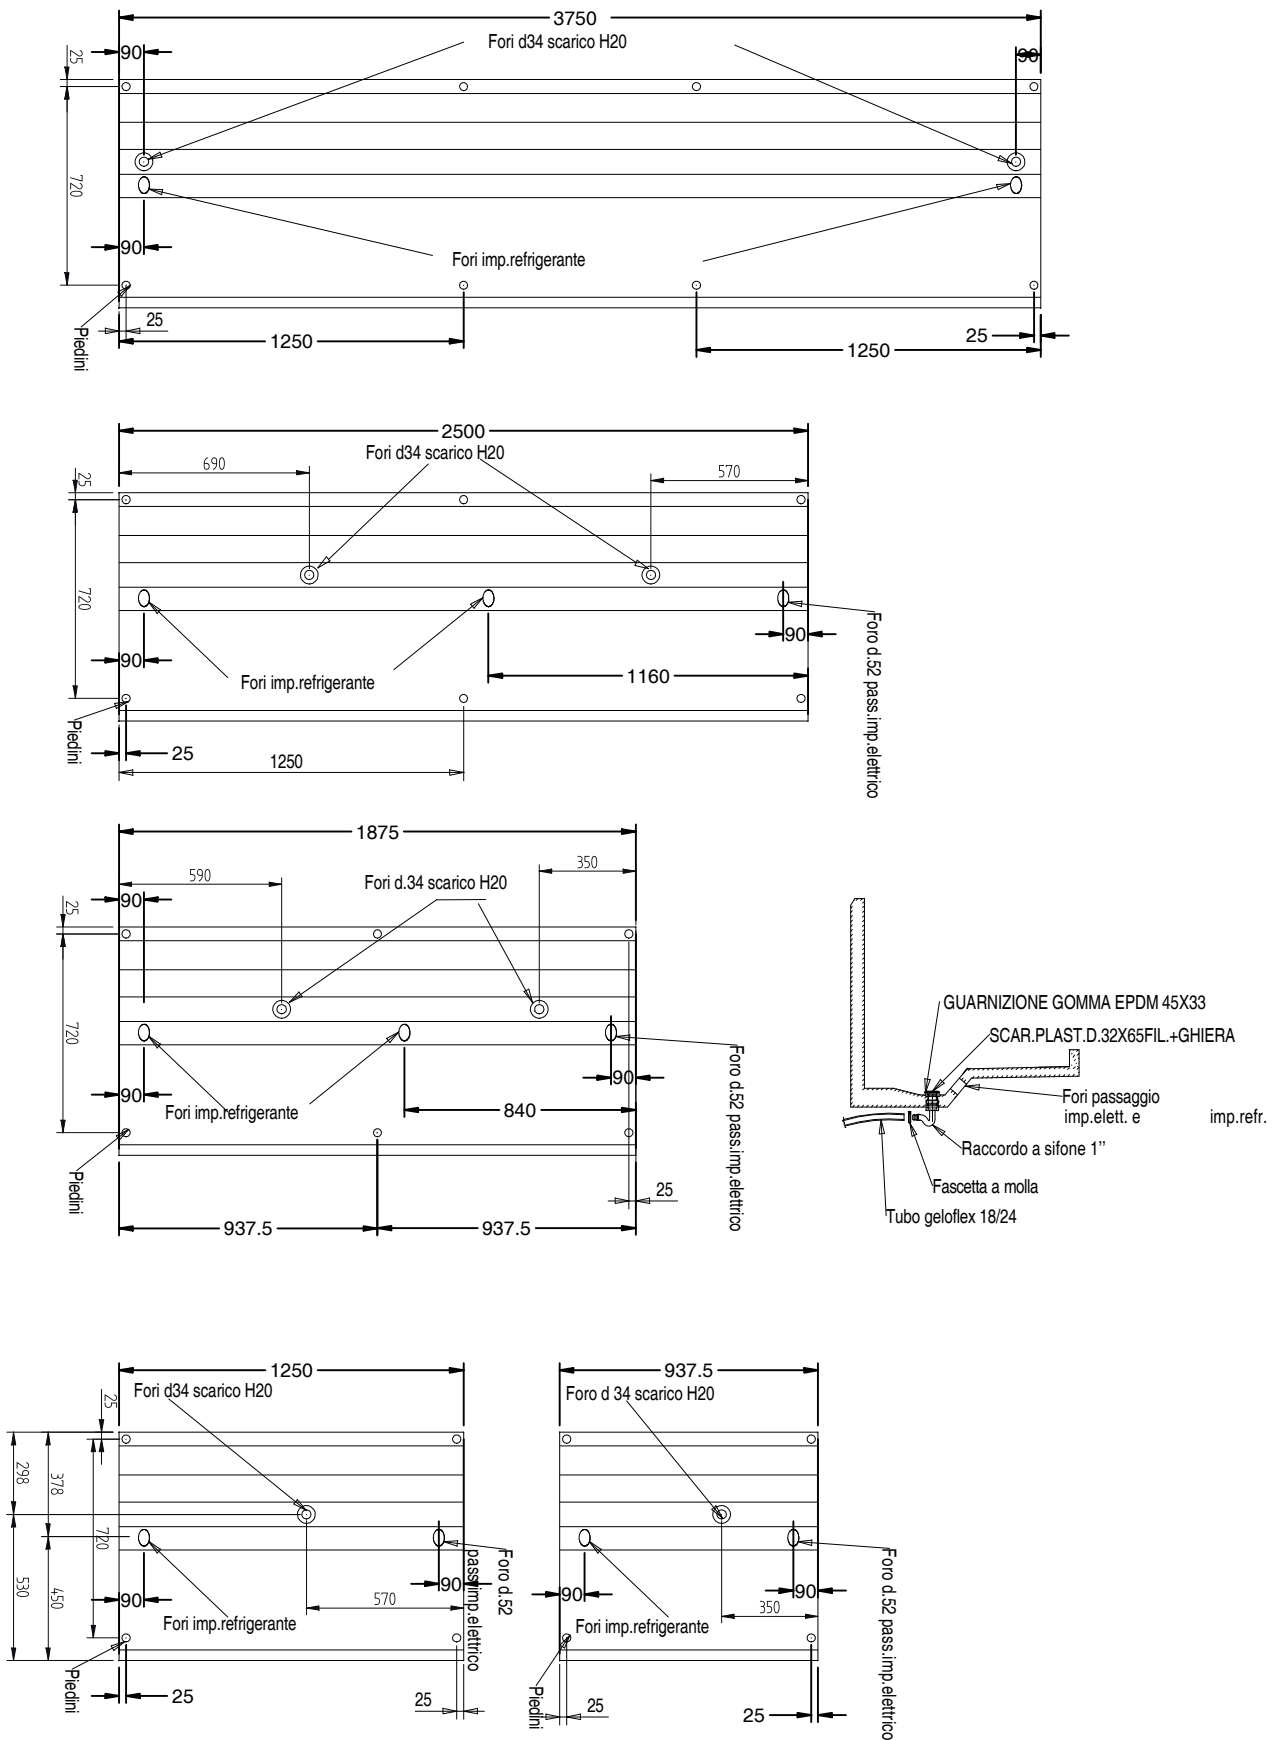

Рис. 21
15. Схема прокладки кабелей и труб (Рис. 21)